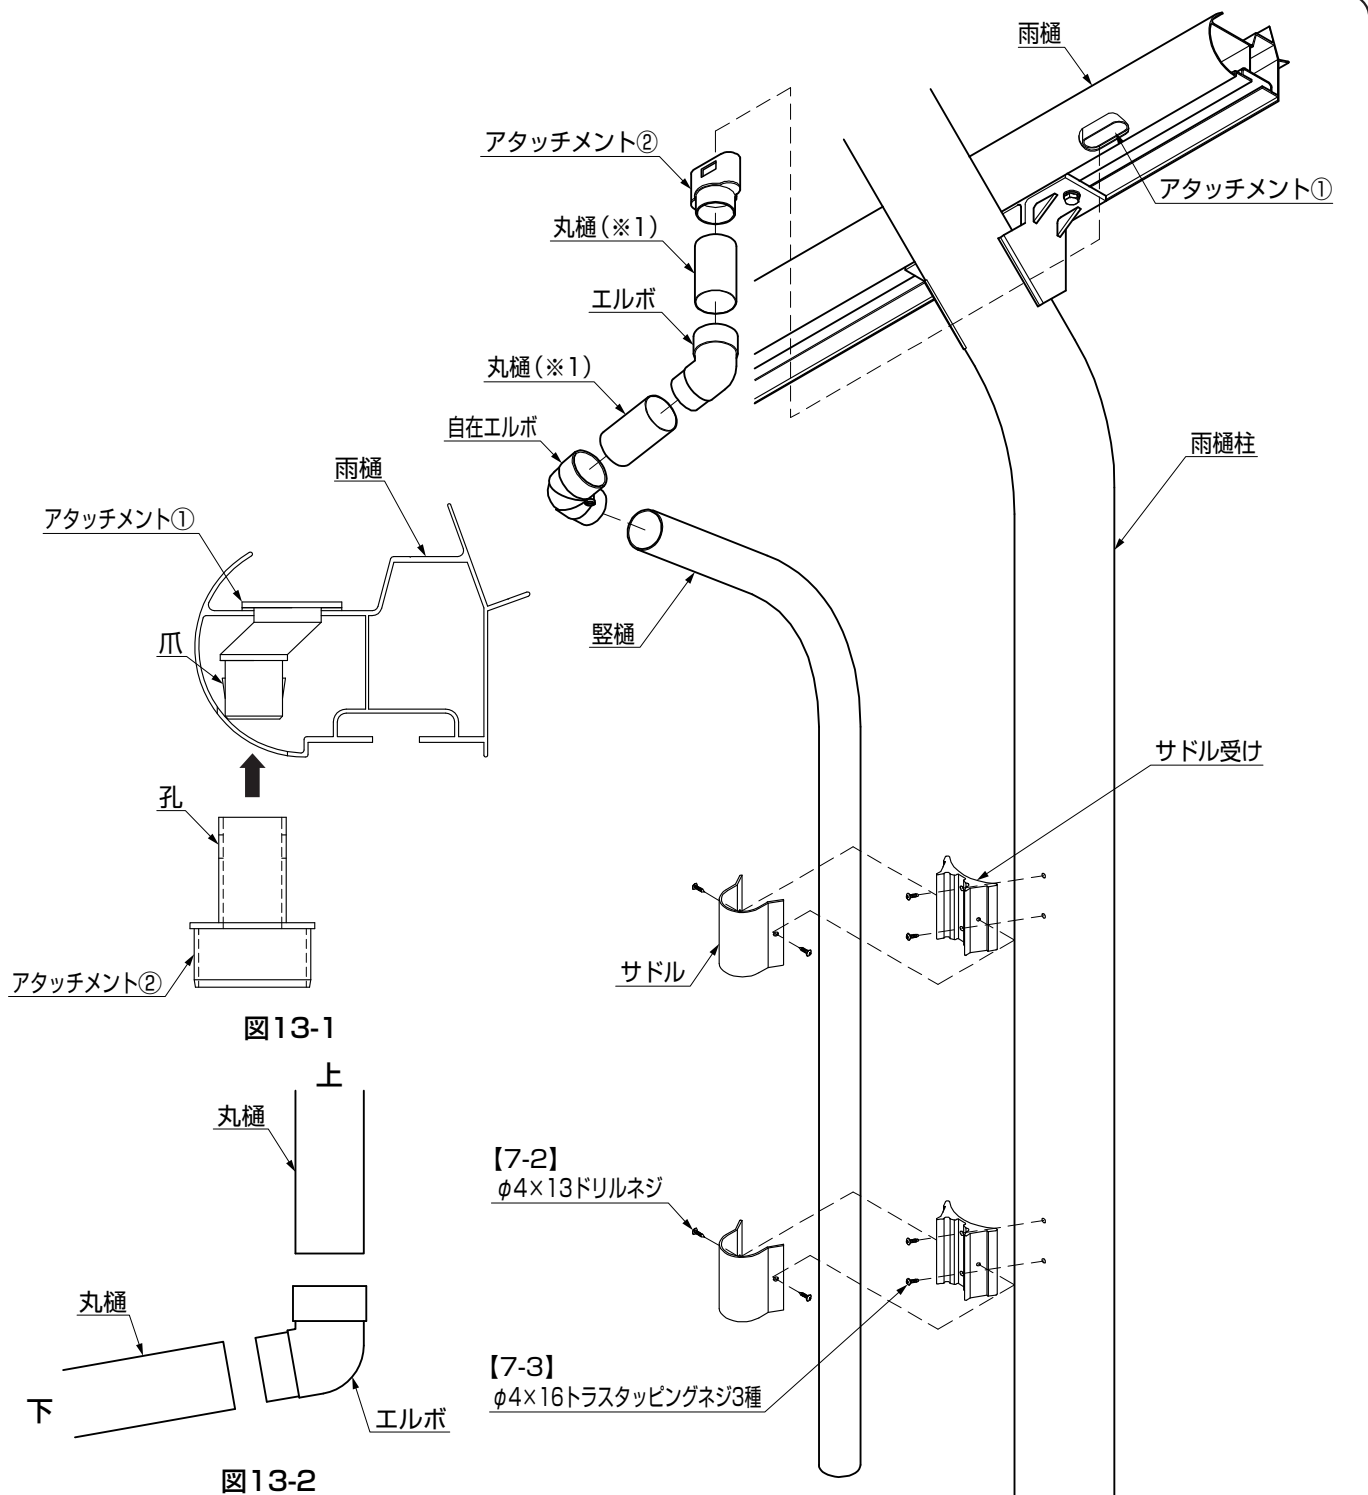

図13-1
- アタッチメント①の爪がアタッチメント②の孔に引っかかるように確実に取付けてください。（図13-1参照）